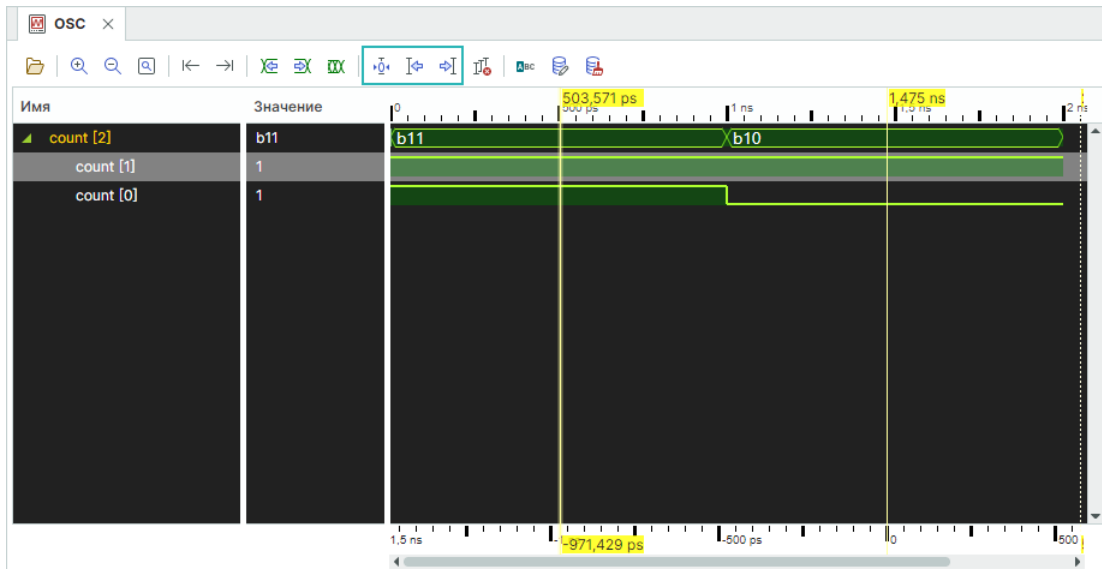

Рис. 41 Расположения кнопок для перемещения по курсорам
- Использование курсоров для анализа данных. Если установлен один курсор и более. Размещение курсора выполняется двойным кликом в области отображения данных, см. Рис. 41.